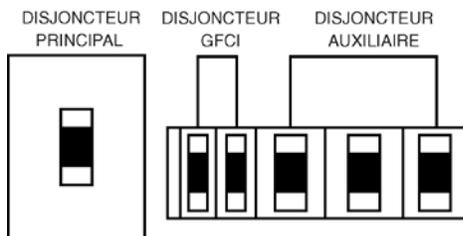

Figure 36. Disjoncteurs principal, auxiliaire et GFCI (OFF)
- Placez les disjoncteurs **GFCI, principal ou auxiliaire** (Figure 36) en position **OFF** (désactiver) avant de démarrer le moteur.